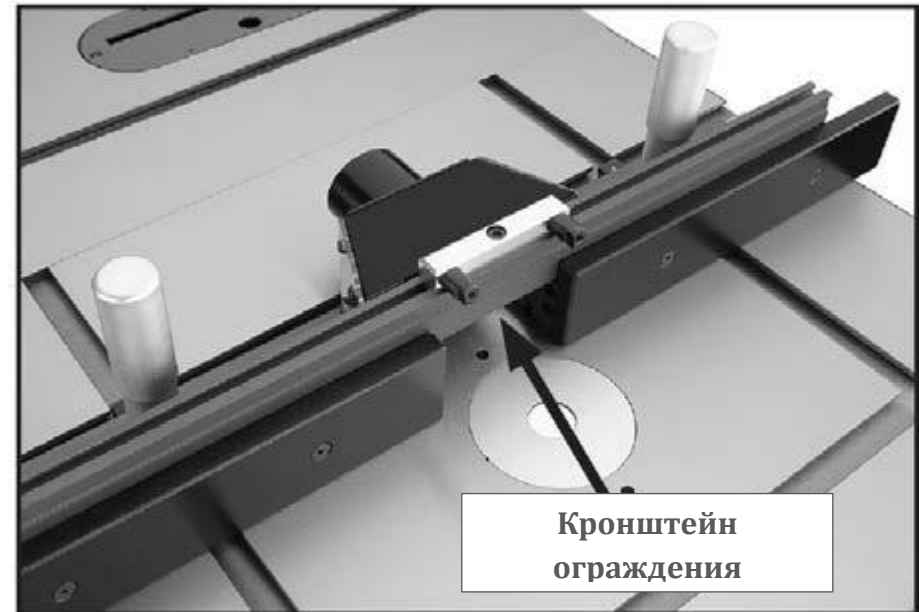

Рис. 10. Отцентрированный кронштейн ограждения
11. Вставить прилагаемую квадратную гайку кронштейна ограждения в верхний Т-образный паз упора, отцентрировать его по центру фрезы, затем затянуть винт для его закрепления, как показано на *рис. 10*.